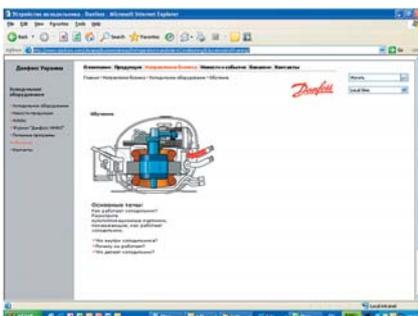

Рис. 2
2. Программа «Устройство холодильника». Данная программа демонстрирует, как работает холодильник, а также устройство холодильника (рис. 2).